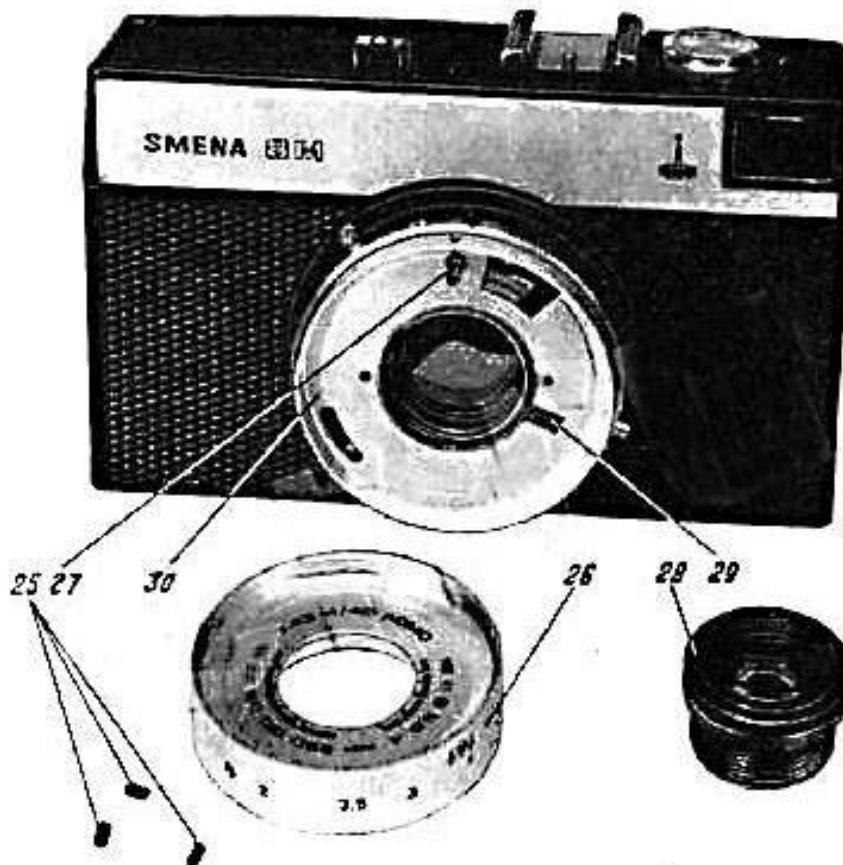

Рис. 4
3.5.1. Отвернуть три стопорных винта *25* (рис. 4), крепящих кольцо *26*, и снять кольцо.
Не сбивая положения объектива, снять фотоаппарат с прибора и установить кольцо 26 (см. рис. 4) так, чтобы индекс «Δ» оправы совпал со знаком «∞» на кольце.
Установить оправу 30 (см. рис. 4).